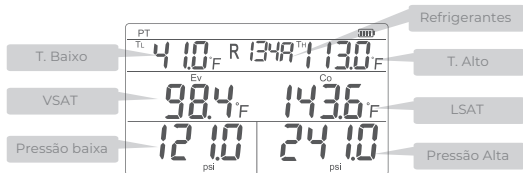

FIG.1 Diagrama do submodo de temperatura de saturação.
2. Pressione a tecla liga / desliga para ligar e entrar na interface principal [FIG.1].
Leia os dados após a configuração do refrigerante ser concluída, a interface [FIG.1] exibe as medidas de pressão, temperatura, temperatura de saturação e temperatura de evaporação (alta e baixa pressão).